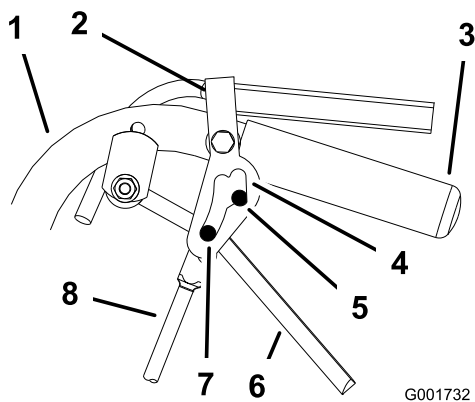

Figura 43
5. Quite y ponga el cierre de bloqueo de punto muerto comprobando que la rueda no gira (Figura 43). Continúe con este proceso hasta que la rueda no gire.